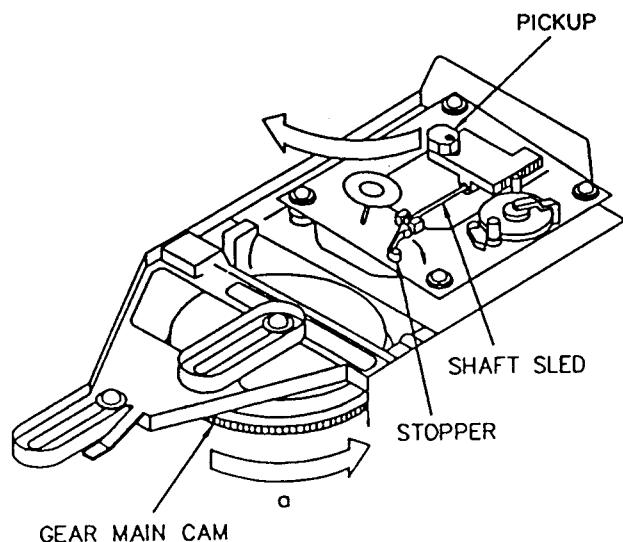

Figure 1
- 2) GEAR MAIN CAMを反時計方向（“a”の方）に回し、figure 1のようにCDメカを持ち上げる。
- 5) CDメカをfigure 1のように上げて、SHAFT SLEDを取り付ける。
- 2) Turn GEAR MAIN CAM to the counterclockwise (arrow "a") direction, and lift up CD mechanism. (figure 1)
- 5) Lift up CD mechanism (figure 1), and Reassemble the SHAFT SLED.